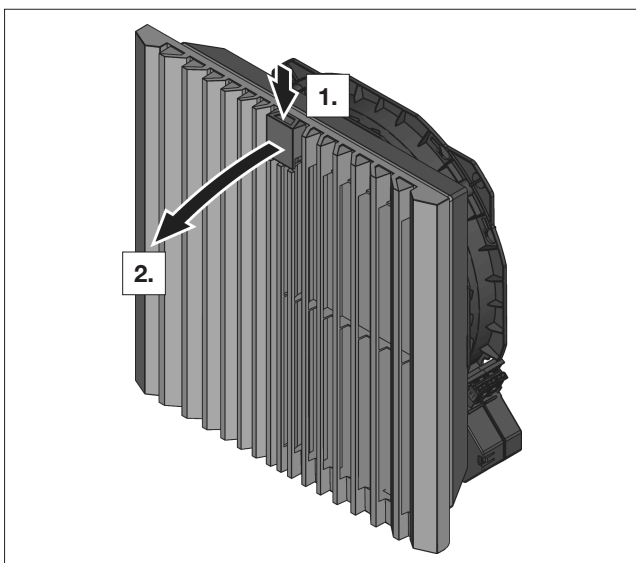

Bild 17: Frigöring av lamellgaller
- Tryck uppifrån på funktionsloggan för att frigöra lamellgallret (se bild 17).